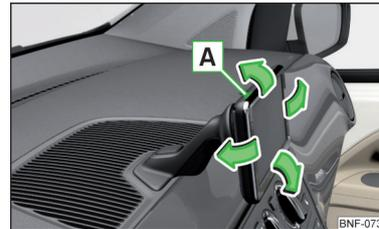

Fig. 88
- L'inclinaison dans la position souhaitée se règle en poussant l'appareil dans les directions indiquées par la flèche » fig. 88 » **!**.
- Allumez l'appareil en appuyant sur la touche **A** » fig. 88.